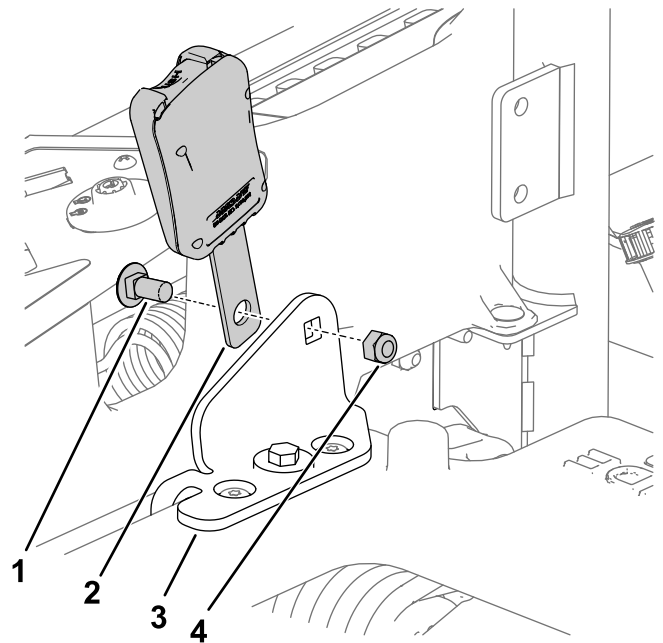

Bild 8
2. Befestigen Sie das Sicherheitsgurtschloss und die Sicherheitsgurtzunge mit zwei Schlossschrauben ($\frac{7}{16}$ " x 1") und zwei Sicherungsmuttern ($\frac{7}{16}$ ") an den Sicherheitsgurthalterungen, wie in **Bild 8** dargestellt. Wiederholen Sie den Vorgang auf der anderen Seite, um die Sicherheitsgurtzunge anzubringen.